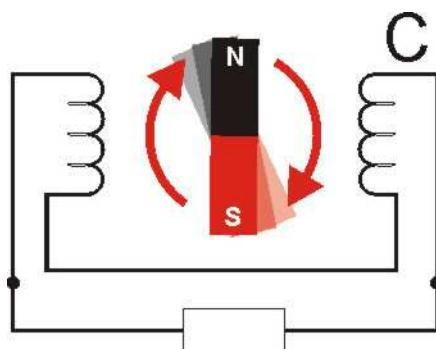

Figura 176 – Corrente nula na carga
No quarto de volta seguinte, entre ( B ) e (C), o imã continua a cortar as espiras das bobinas, mas de maneira cada vez menos intensa, de modo que a corrente na carga se reduz até zero, conforme mostra a figura 176.